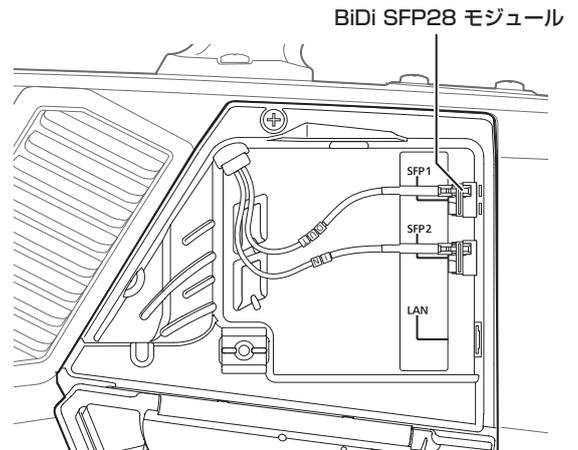

図 2
- 6 光ファイバーケーブルを、各 BiDi SFP28 モジュールに挿入します。（図 2）